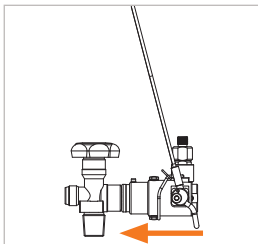

Abbildung 9
- ▶ Stecken Sie den Adapter gerade und locker, bis zum merk- baren Dichtungskontakt in das Flaschenventil ein (*Abbildung 9*). Dadurch wird eine Beschädigung der Frontdichtung durch eventuell scharfe Kanten am Flaschenventil vorgebeugt und das richtige Anschließen gewährleistet.